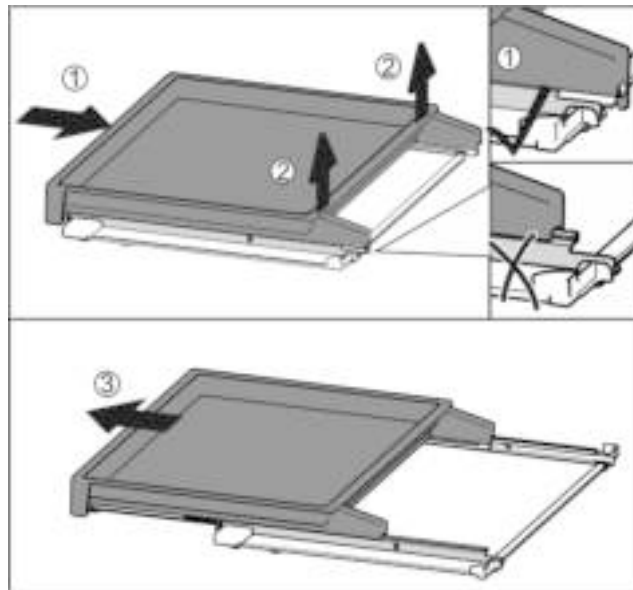

Fig. 37
- ▶ Uitschuifplateau volledig erin schuiven Fig. 37 (1).
- ▶ Vergrendeling aan de achterkant losmaken Fig. 37 (2).
- ▶ Uitschuifplateau vanaf de voorkant eruit halen Fig. 37 (3).